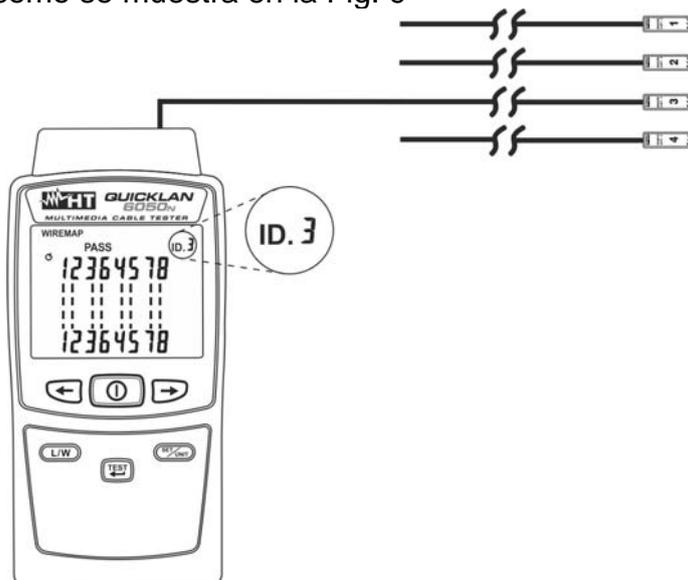

Fig. 9: Conexión del instrumento a más unidades remotas
4. Conecte el extremo de uno de los cables en prueba (ej.: #3) a los conectores RJ45 o RJ11 de entrada del instrumento y a la unidad remota correspondiente (ej.: #3) usando los cables patch como se muestra en la Fig. 9